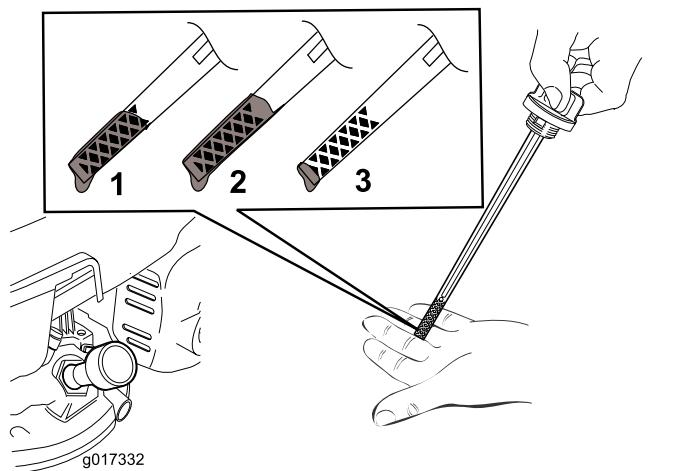

Figura 12
**Nota:** Llene el cárter con aceite hasta que la varilla indique que el nivel del aceite del motor es correcto, según se muestra en Figura 12. Si usted llena demasiado el motor, vacíe el exceso de aceite según se indica en Cómo cambiar el aceite del motor \(página 16\).